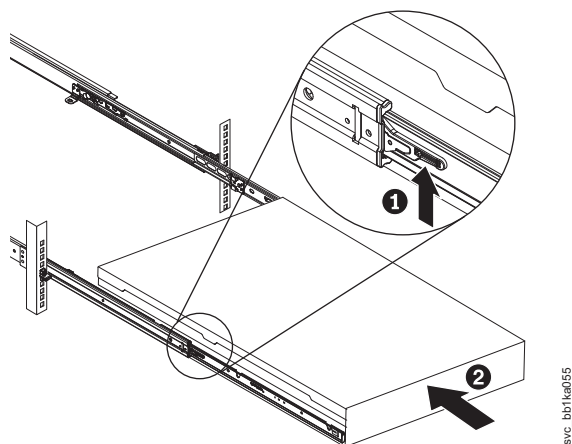

Figura 93. Levantando as alavancas de travamento dos trilhos deslizantes do rack
8. Levante as alavancas de travamento (**1** no Figura 93) nos trilhos deslizantes e empurre o servidor **2** completamente no rack até que ele encaixe.